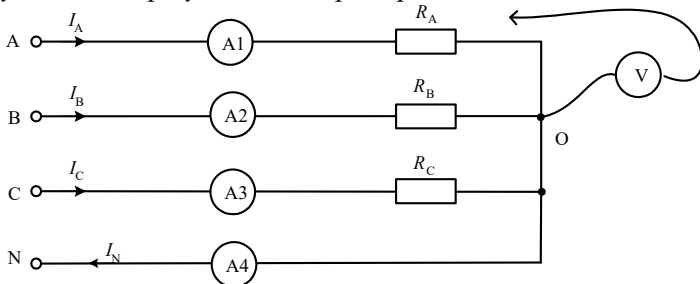

Рисунок 8 – Исследование режимов короткого замыкания
3.1. Соберите цепь согласно схеме (рис. 8) с сопротивлениями фаз $R_A=R_B=R_C=1$ кОм. Измерения токов можно производить одним-двумя амперметрами, переключая их из одной фазы в другую, либо виртуальными приборами.